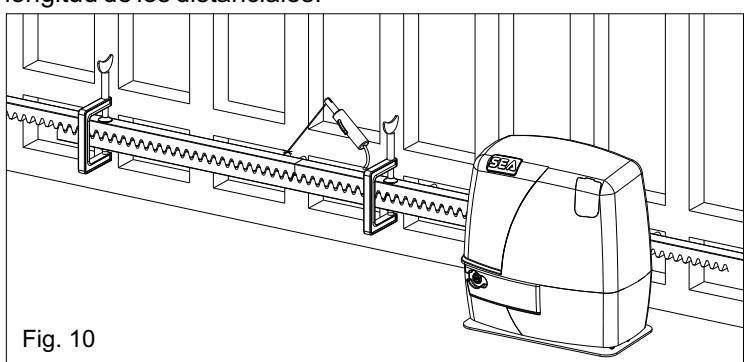

Fig. 10
**5.4.** Controlar que todos los elementos de la cremallera resulten perfectamente alineados y posicionados correctamente (dentaduras en fase). Se aconseja de contraponer a dos elementos sucesivos un tercer elemento como indicado en la Fig. 10;